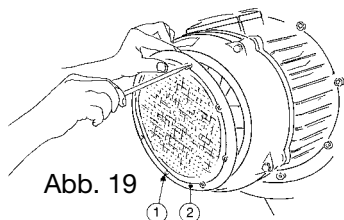
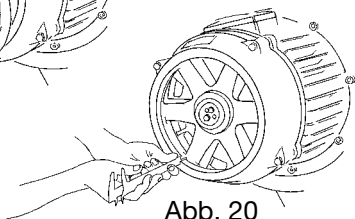
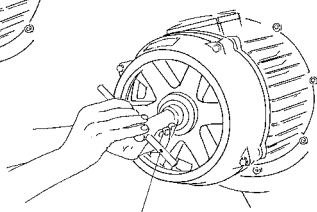

Abb. 19
Abb. 20
Abb. 22
Dieser Vorgang muss bei stehendem Seilzug und ohne Last durchgeführt werden. Schrauben, Pos. 1, abschrauben und das Gitter, Pos. 2, (Abb. 19) entfernen; die Messung an einem beliebigen Punkt zwischen dem Bremsventilator (Abb. 20) und einer Oberfläche des Formhalters bei angebremsster Bremse durchführen. Nachdem diese Messung durchgeführt wurde, den Ventilator mit Hilfe eines Hebels mittig nach innen in Richtung des Motors verschieben und eine weitere Messung durchführen, dabei den Unterschied registrieren (Abb. 20). Sollte der Unterschied die Nennwerte (0,8/1,2 mm) überschreiten, folgendermaßen vorgehen:
- Schrauben, Pos. 21, abschrauben, dann den Anziehring im Uhrzeigersinn drehen und die mittige Verschiebung, die den Nennwert überschreitet, zu beheben. Dabei ist zu beachten, dass eine gesamte Drehung des Anziehrings 2 mm entspricht (Abb. 22). Wurde der Zustand behoben, die Messung bei offener Bremse wiederholen (Abb. 20) und überprüfen, dass die mittige Verschiebung im Nennwertbereich liegt; Schrauben und Gitter wieder anbringen (Abb. 19).